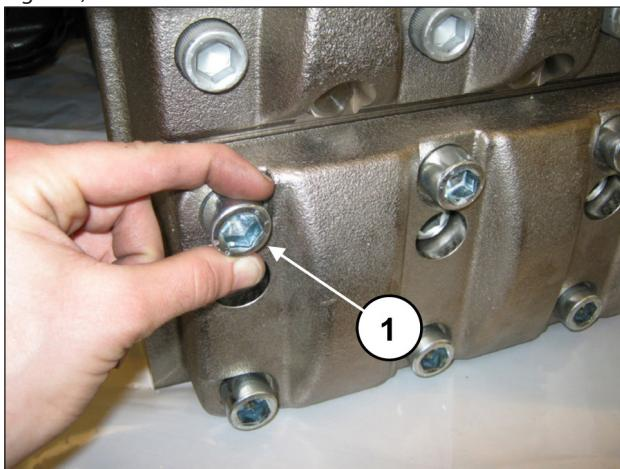
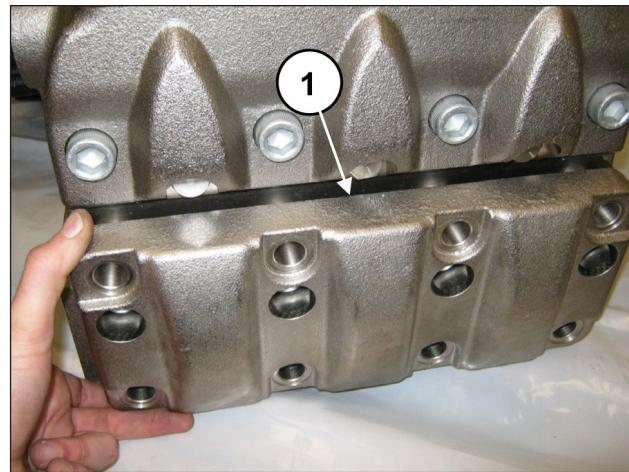

Fig. 138
Fig. 139
Quitar los 8 tornillos M16x45 de la tapa de válvulas de aspiración (pos. ①, Fig. 138) y desmontar la tapa (pos. ①, Fig. 139).